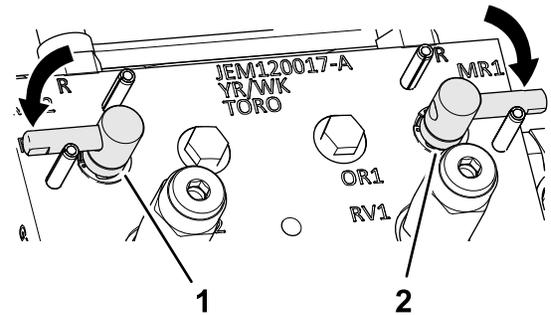

Figura 153
3. Spostate le leve di lappatura in posizione F (tosatura) (Figura 153).